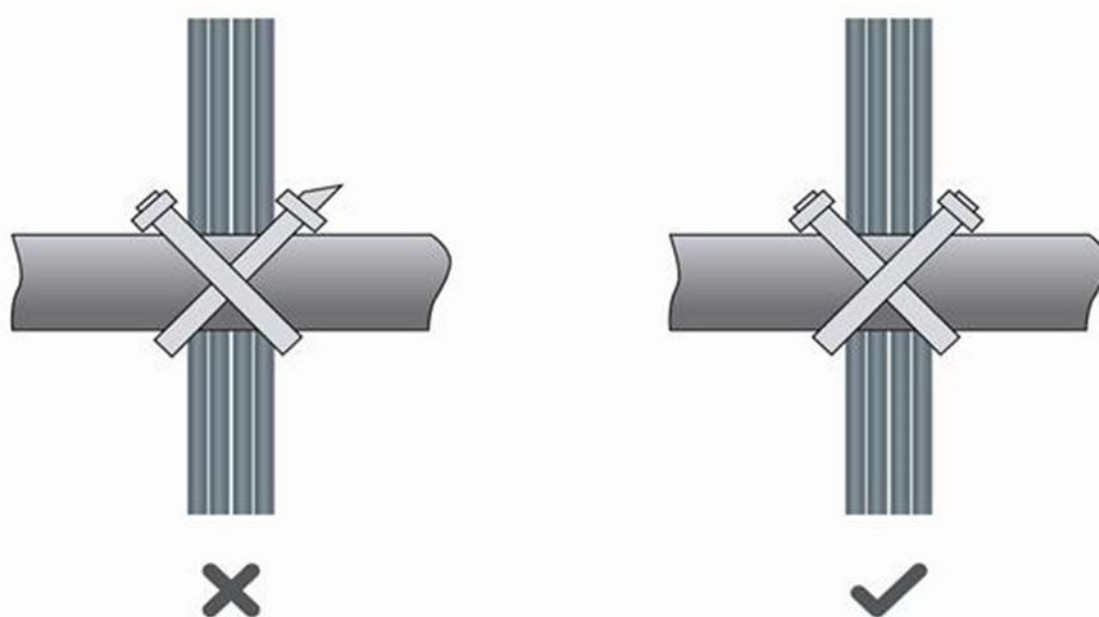

Рисунок 32. Стяжка проводов(2)
- После стяжки кабелей отрежьте оставшуюся часть хомута. Срез должен быть гладким, без острых углов, как показано на Рисунок 32.